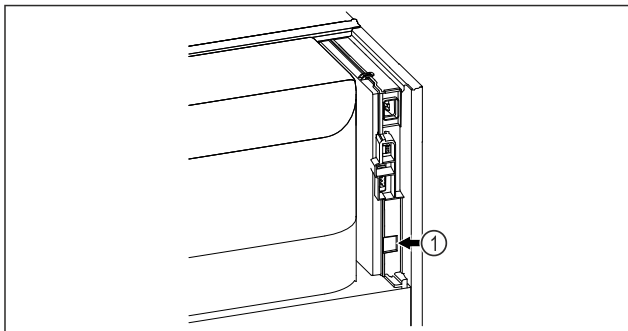

Fig. 86
- ❑ SmartModule Fig. 86 (1) är insatt.